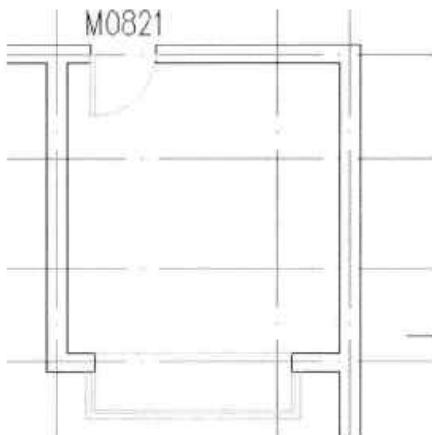

图16-89 绘制凸窗图块
**Step 25** 在绘图区域中，指定好凸窗的位置，完成凸窗图块的绘制操作，如图 16-89 所示。